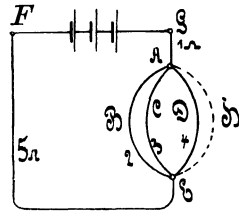

Abb. 13.
78. Gegeben sind 3 [5] (10) hintereinander geschaltete Elemente von je 1,1 [1,8] (1,47) V elektromotorischer Kraft und einem inneren Widerstand von je 1,2 [0,24] (0,2) Ω . Die Widerstände des äußeren Kreises sind (Abb. 13) $GA = 1$ [2] (3) Ω ; $ABE = 2$ [3] (2,5) Ω , $ACE = 3$ [4] (3,5) Ω , $ADE = 4$ [5] (6) Ω [$AHE = 6 \Omega$] und $EF = 5$ [7] (0,6) Ω . Der Punkt G ist zur Erde abgeleitet, wodurch erreicht wird, daß das Potential in G Null ist.